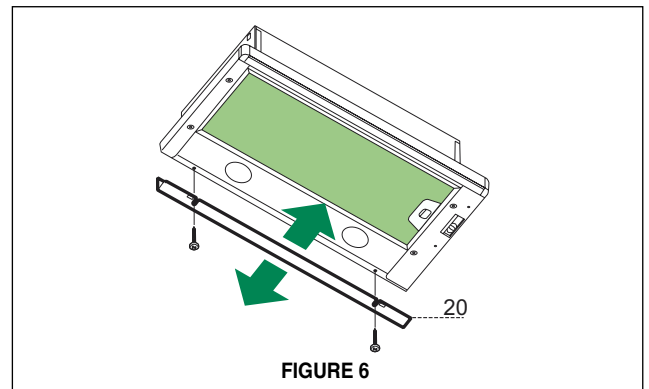

FIGURE 6
6. Une bande (FIGURE 6) est incorporée dans l'emballage afin de couvrir la partie inférieure à vis de l'armoire. La bande est fixée sur la partie inférieure en bas de la hotte par deux vis.